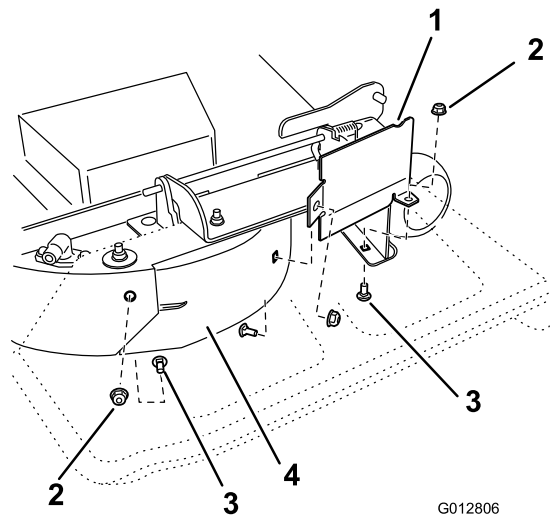

Bild 3
9. Die Schutzabdeckung des Ablenkblechs finden Sie in den Teilen, die lose mitgeliefert werden. Befestigen Sie die Schutzvorrichtung des Ablenkblechs mit zwei Schlossschrauben (5/16 x 3/4 Zoll) und zwei Sicherungsmuttern (5/16 Zoll) am rechten Ablenkblech und am Mähwerk, wie in Bild 3 dargestellt. Ziehen Sie die Befestigungen mit der Hand fest.